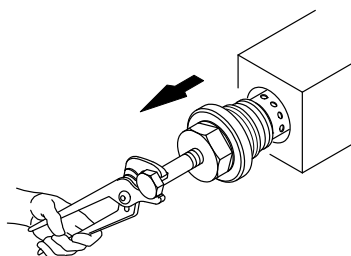

Fig. 5-8
4. Retire o cartucho filtrante puxando-o cuidadosamente para fora com um alicate (Fig. 5-8).